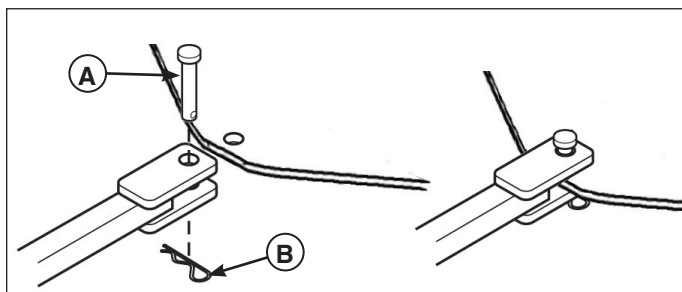

Figura 11
Fije el remolque con un pasador de horquilla de tamaño adecuado (A, Figura 11) y un sujetador (B).